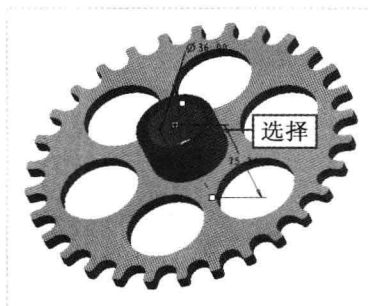

图 17-56 选择放置参考
Step 09 在“功能区”选项板的“模型”选项卡中, 单击“工程”面板中的“孔”按钮 , 弹出“孔”选项卡, 按住【Ctrl】键的同时, 在绘图区选择 A_1 轴和合适的平面作为放置参考, 如图 17-56 所示。